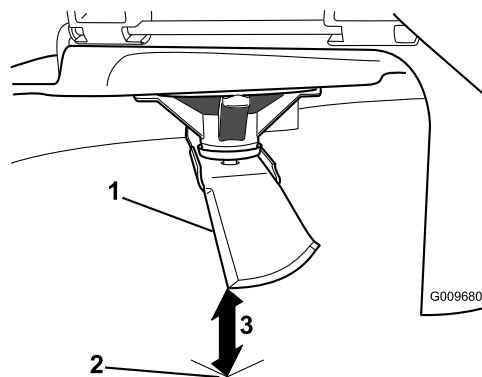

Figure 44
3. Mesurez la distance entre la pointe de la lame et la surface plane (Figure 44).